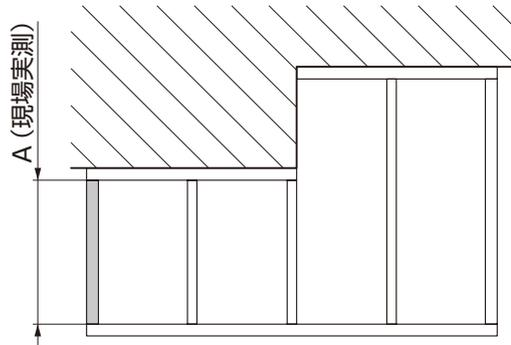
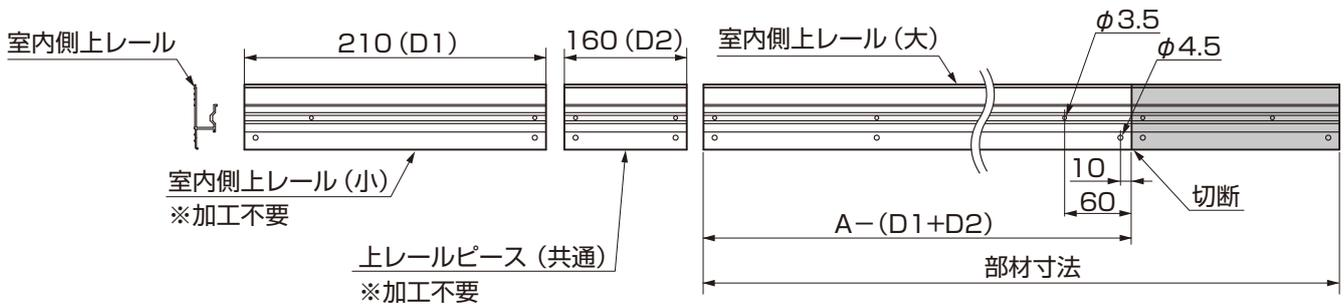
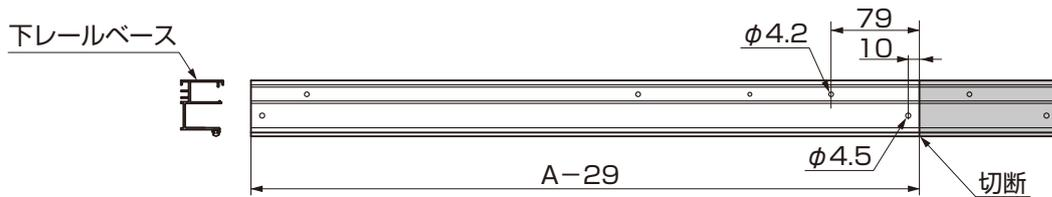
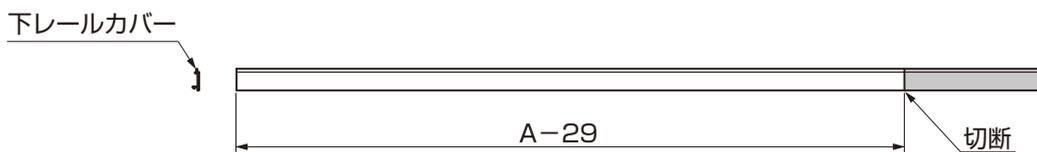

図 1-1
図 1-2
図 1-3
図 1-4
- ① 出幅違い側の方立 B～柱内の寸法 A を実測してください。
- ② 図 1-1、図 1-2、図 1-3、図 1-4 を参照して、各部材をそれぞれ加工してください。